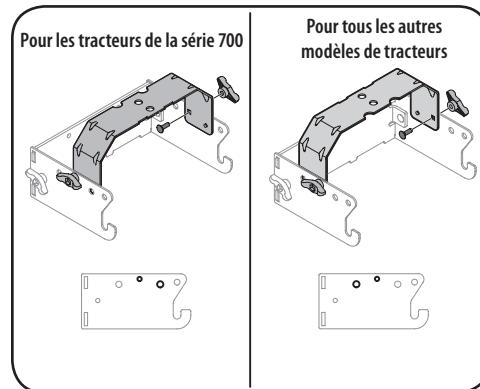

Figure 4-7
1. Placez les crochets de l'ensemble de montage sur les boulons à épaulement des supports de montage installés sur le tracteur. Voir Figure 4-7. Alignez le trou d'attelage du tracteur avec le trou central du support d'attelage.